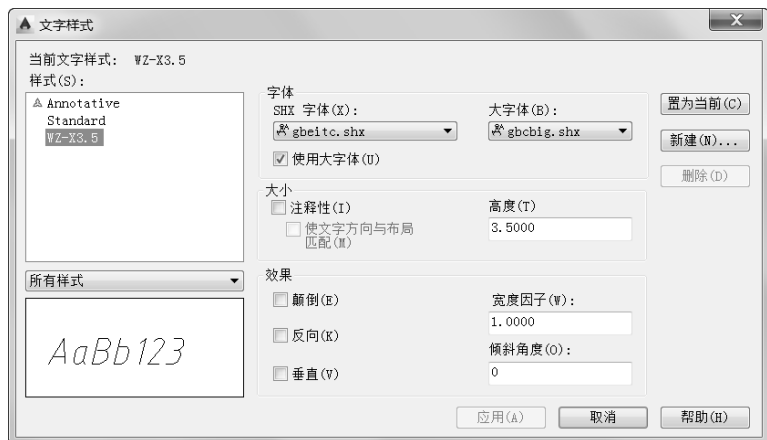

图 12-4 创建新文字样式
3) 设置文字样式。在命令行的“输入命令”提示下输入“STYLE”并按〈Enter〉键，打开“文字样式”对话框。利用此对话框设置符合机械制图国家标准的所有文字样式，如图 12-4 所示，新建名为“WZ-X3.5”的新文字样式，其 SHX 字体为“gbetrc.shx”，勾选“使用大字体”复选框，从“大字体”下拉列表框中选择“gbcbig.shx”，高度为“3.5”，宽度因子默认为“1”，倾斜角度默认为“0”。设置好相关文字样式后，关闭“文字样式”对话框。